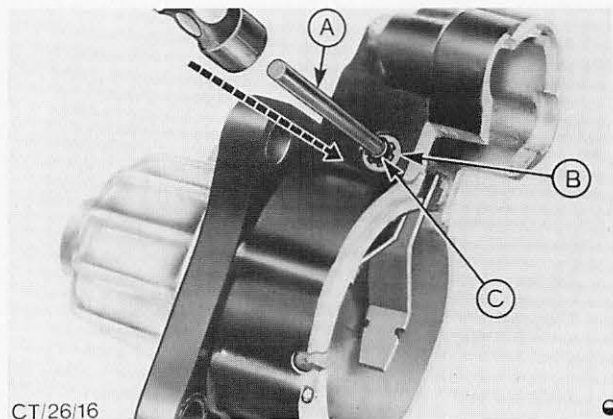

Abb. 36 Drehbolzen heraustreiben
7. Drehbolzen der Einrückgabel aus dem Antriebslagerschild heraustreiben, Abb. 36. Dabei verbiegt sich die Zahnsicherung, die anschließend verschrottet werden muß.